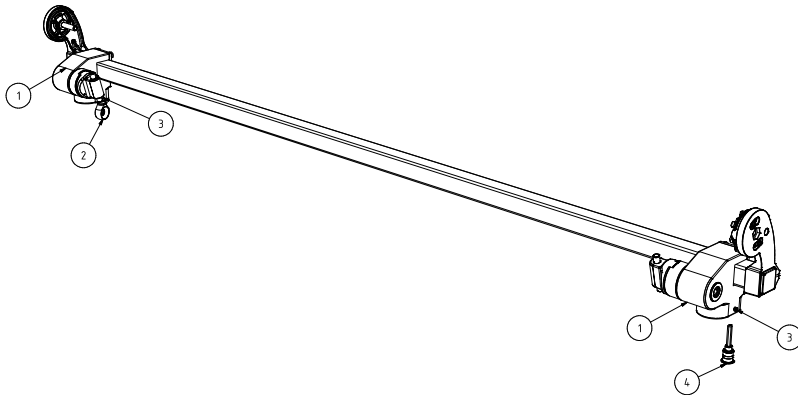

Abb. 32: Benita duomatic
- » die Öse (Abb. 32) kann wieder nach unten herausgezogen werden